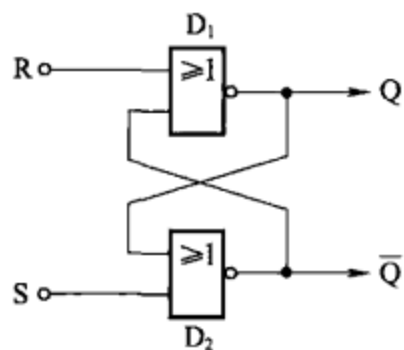

图 8-17
(2) 图 8-17 所示为或非门构成的 RS 型双稳态触发器电路, 由两个或非门 D_1 、 D_2 交叉耦合而成。RS 触发器具有两个触发输入端: R 为置“0”输入端, S 为置“1”输入端, “1”电平触发有效。具有两个输出端: Q 为原码输出端, \bar{Q} 为反码输出端。当 $R=1$ 、 $S=0$ 时, 触发器被置“0”, $Q=0$ 、 $\bar{Q}=1$; 当 $S=1$ 、 $R=0$ 时, 触发器被置“1”, $Q=1$ 、 $\bar{Q}=0$; 当 $R=0$ 、 $S=0$ 时, 触发器输出状态保持不变; 当 $R=1$ 、 $S=1$ 时, 下一状态不确定, 应避免使触发器出现这种状态。